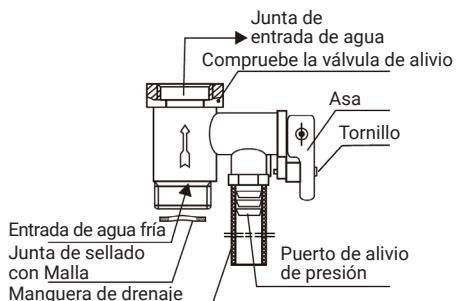

Figura 3
- ① La válvula de seguridad (original de fábrica identificación 0.8MPa) en los accesorios se instalará en la junta de entrada de agua (como se muestra en la figura 3), y la materia prima El cinturón debe enrollarse para asegurar el sellado. La dirección de la flecha debe ser coherente con el sentido del flujo de entrada de agua del calentador de agua eléctrico (como se muestra en la Fig. 3). La junta de estanqueidad de la red se instalará en la entrada de agua fría de la válvula de seguridad, y la manguera de drenaje a la presión en la salida de alivio de la válvula de seguridad debe estar instalada para mantener una inclinación continua hacia abajo. Se instalará en un ambiente libre de heladas, y luego extendido a la fuga a tierra, mantenido conectado con la atmósfera y correctamente fijado para evitar quemaduras por descarga de agua caliente o vapor. La válvula de seguridad puede evitar que el tanque la presión exceda la presión nominal de 0.1MPa. Si la presión en el tanque es demasiado alta, la válvula de seguridad automáticamente se abrirá y drenará el agua de su puerto de alivio de presión para liberar presión.